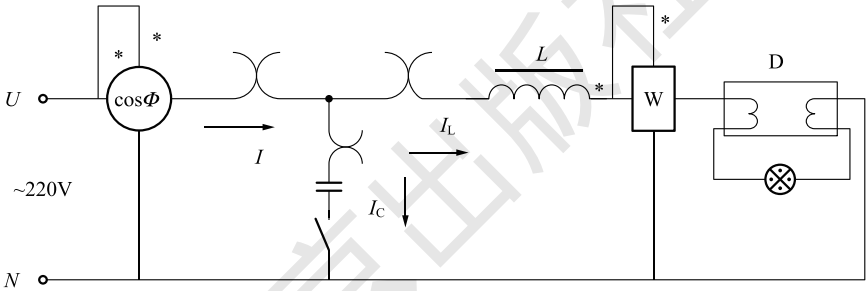

图 2.9.1
1. 用镇流器、开关、启辉器、熔断器、电流测量接口、并联电容器组等单元板与实验台上的日光灯管连接成图 2.9.1 所示电路。